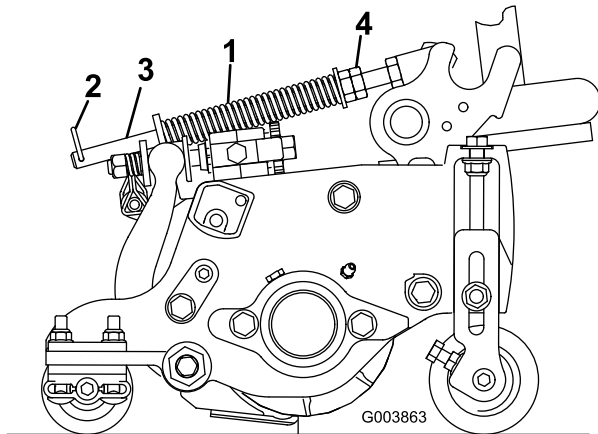

Figure 12
Le ressort de compensation (Figure 12) transfère aussi le poids du rouleau avant au rouleau arrière. (Cela évite la formation d'ondulations à la surface de la pelouse.)
1. Vérifiez que la goupille fendue est insérée dans le trou de la tige de ressort (Figure 12).
2. Serrez les écrous hex. sur l'extrémité avant de la tige de ressort jusqu'à ce que la longueur du ressort comprimé soit égale à 12,7 cm sur le Reelmaster 5210 & 5410 à plateaux de coupe de 5 pouces ou à 15,9 cm sur le Reelmaster 5510 & 5610 à plateaux de coupe de 7 pouces (Figure 12).